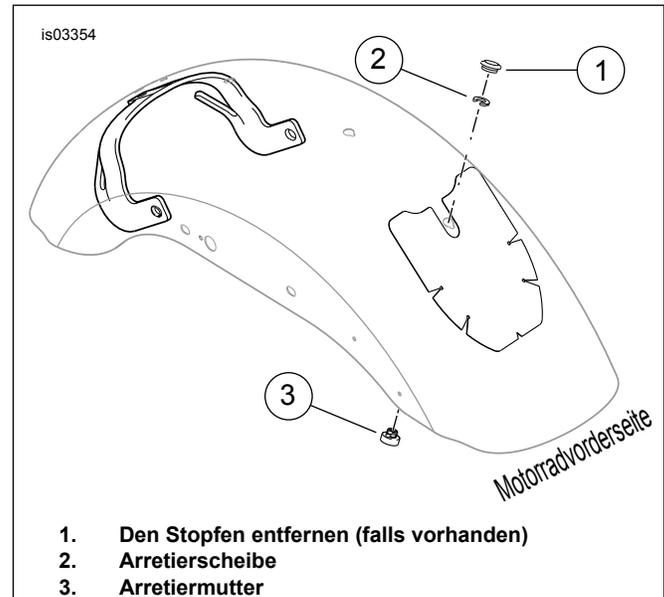

Abbildung 1. Lage der Sitzarretiermutter und Unterlegscheibe
1. Falls es sich beim Originalsitz um einen Doppelsitz handelt, den Plastikstopfen aus dem vorderen Sitzbefestigungsloch herausziehen (siehe Abbildung 1).